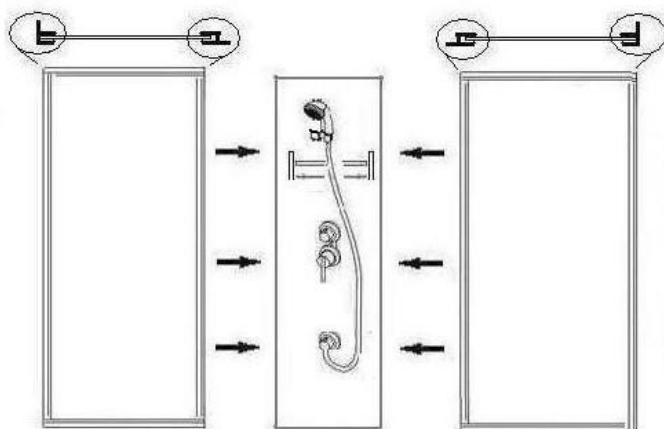

Рис. 3
3.2. Сборка задних стенок (рис.3) .
Совместите отверстия для крепежа на центральной стойке /3/ и на задних стенках /5 и 6/, скрепите их с помощью саморезов 4*8 /30/ (рис. 3) На места соединения центральной стойки с задними стенками предварительно нанесите санитарный герметик.